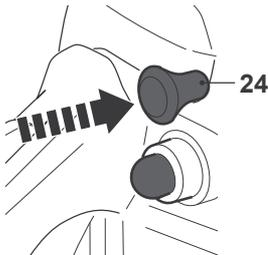

Fig. 25a
- > Repousser le levier de starter [24] ver l'avant (Fig. 25a).